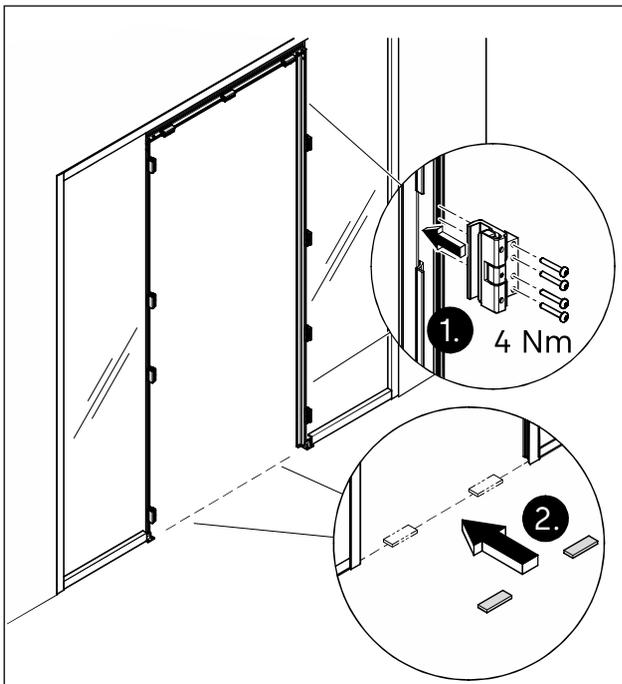

Abb. 46 Die Türbänder am Grundprofil befestigen.
2. Waagrecht einen Abstand von $7\text{ mm} \pm 1\text{ mm}$ zwischen Glastür und der Oberkante des Fertigfußbodens (OKFF) mit Abstandhaltern sicherstellen (Abb. 46).